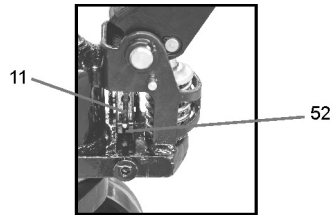

Fig. 5 - Ecaje de la cadena
- b. Encaje la punta (pasador roscado y tuerca "11") de la cadena "10" en la ranura de la barra de ajuste "52" (fig. 5).